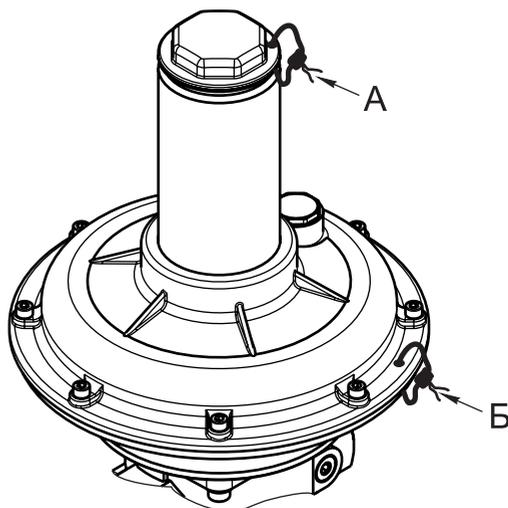

Рис. 7
4.6 Пломбирование (рис. 7).
4.6.2 Для пломбировки используйте проволоку диаметром 0,8 - 1,5 мм, которую необходимо протягивать через отверстия, расположенные в защитной пробке и плоскости соединения корпусных деталей (рис. 7, места А и Б). Пломбировка места Б произведена на заводе-изготовителе. Пломбировка места А осуществляется после настройки регулятора на необходимое выходное давление.